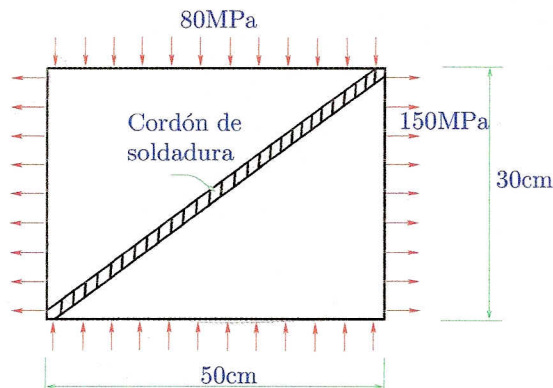

Figura 3: Placas soldadas.
3. La placa delgada mostrada en la Figura 3 está formada por dos placas triangulares soldadas. La placa está sometida a un esfuerzo de tracción de 150MPa y a un esfuerzo de compresión